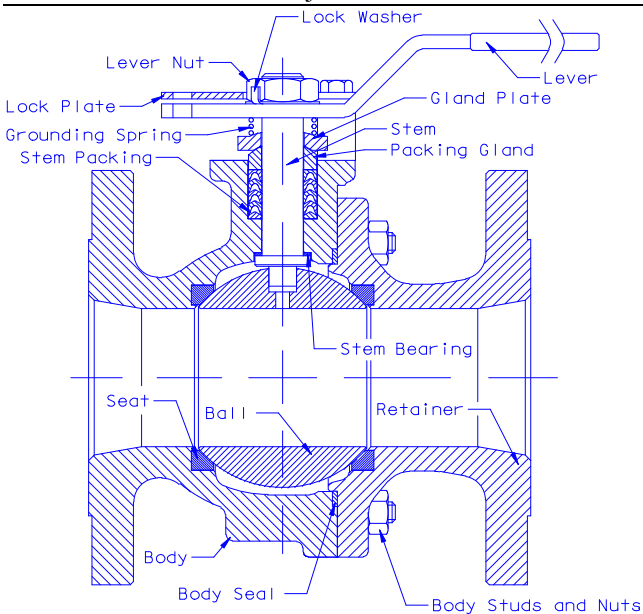

Abb. 1: Typischer Ventilaufbau mit Standarddurchgang
- **Nur für Standarddurchgang (SP) und vollen Durchgang (FP)** Den Sicherungsring einsetzen und den Sicherungsring am Ventilkörper aufsetzen. Die ANSI-Flanschschrauben liegen immer an den Ventilmittellinien. Siehe Abbildung 1. Die Ventilkörperbefestigungsmuttern lose montieren.
Figures 1 and 2